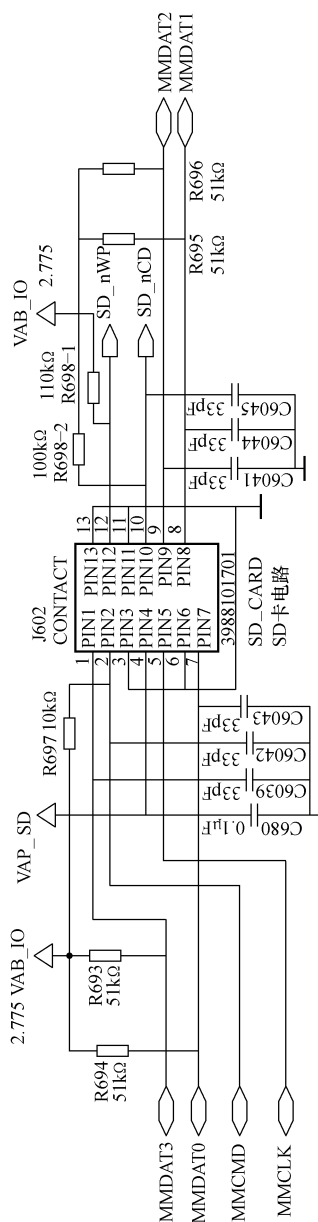

图 4-37 SD 卡的电路结构原理图
如图 4-37 所示，为 SD 卡的电路结构原理图。
① 英文符号的含义。下面我们对图 4-37 中重要的英文符号的含义作一简要的了解。
② 电路中的元器件。下面我们对图 4-37 中的关键元器件作一简要的了解。
从图 4-37 中，我们可以看到，SD 卡与 TF 卡不同的是，它多了两个信号，即 12 脚和 10 脚的读写和选择控制信号，其他都是相同的工作条件。